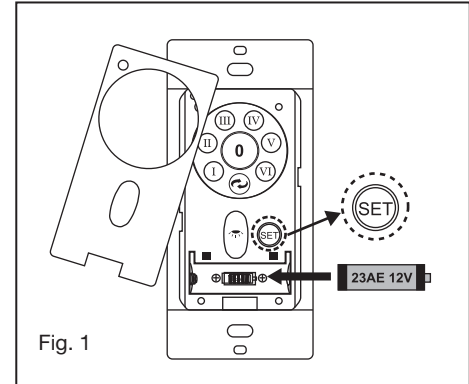

Fig. 1
- 1 Connectez la fiche à 2 fils du ventilateur à la fiche à 2 fils de l'ensemble LED. Assurez-vous que le connecteur s'emboîte. Rentrez soigneusement le connecteur de fil et les fils à l'intérieur du moyeu de montage de l'ensemble moteur. Fig. 1
- 2 Alignement des 4 trous de l'assemblage LED avec 3 trous dans le moyeu de montage, assurez-vous que toutes les vis sont bien serrées (Fig. 1)
- 1 Retirez la plaque murale existante et l'ancien interrupteur du boîtier de prise murale. (Fig. 1)
- 5 Bouton de réglage du code "SET": Suivez les étapes ci-dessous pour utiliser le bouton de réglage. (Fig. 1)